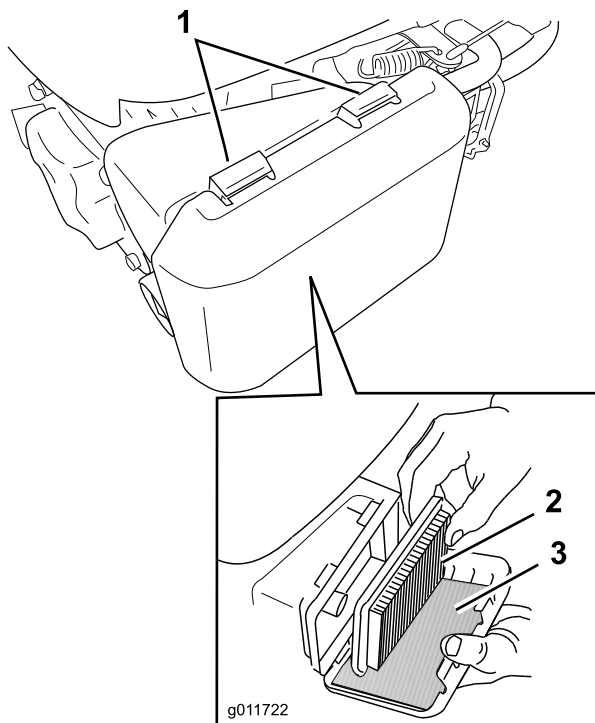

Figure 23
1. Appuyez sur les languettes de verrouillage en haut du couvercle du filtre à air (Figure 23).
3. Retirez l'élément en papier et le préfiltre en mousse (Figure 23).